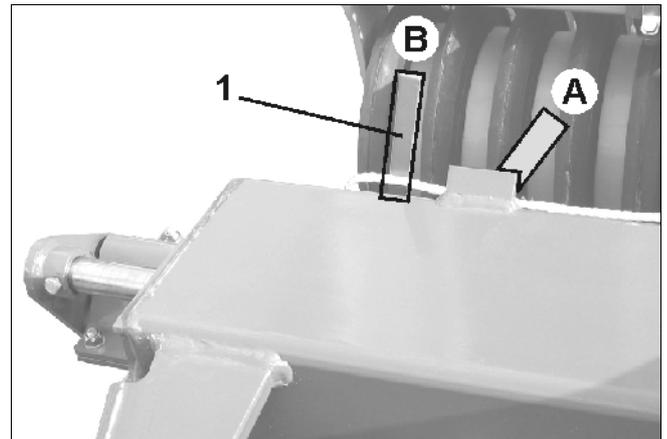

Fig. 13
- Ute på åkeren kjøres redskaper et stykke bakover inntil skålrekken låser seg i transportstilling! (Fig. 13 – låsestilling).
Låsestilling bakre skålrekke: Indikator: Zeiger (Fig. 13) i pos. A.